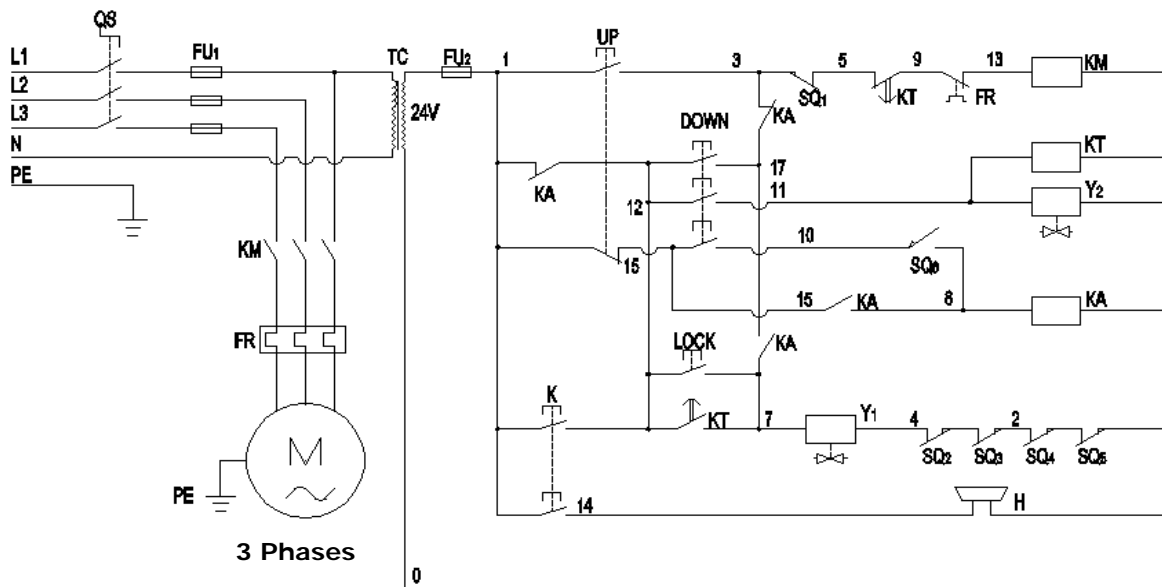

Fig. 37
6.3 Schemat elektryczny 400 V (patrz Fig. 37).